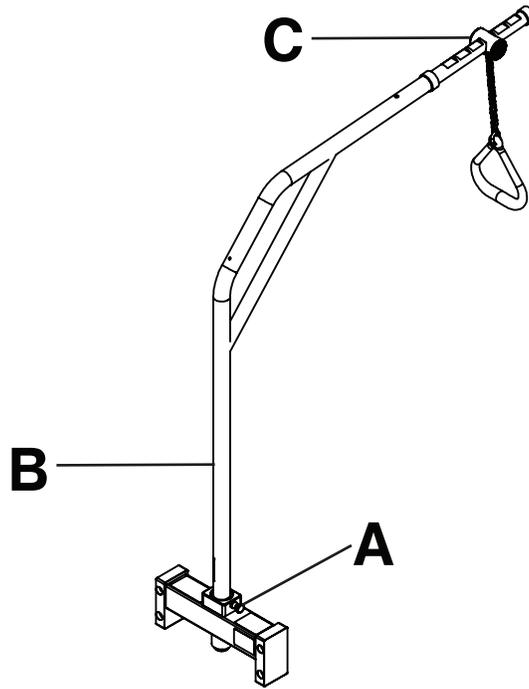

Figure 23 – Réglage du lève-patient
1. Tirer sur le bouton du lève-patient (A) et faire pivoter la poignée lève-patient (B) dans la position voulue (Figure 23).
2. Relâcher le bouton du lève-patient (A) et faire pivoter la poignée lève-patient (B) jusqu'à ce que le bouton s'enclenche en place (Figure 23).
3. Soulever le support du trapèze (C) et le déplacer vers l'avant ou l'arrière dans la position voulue (Figure 23).